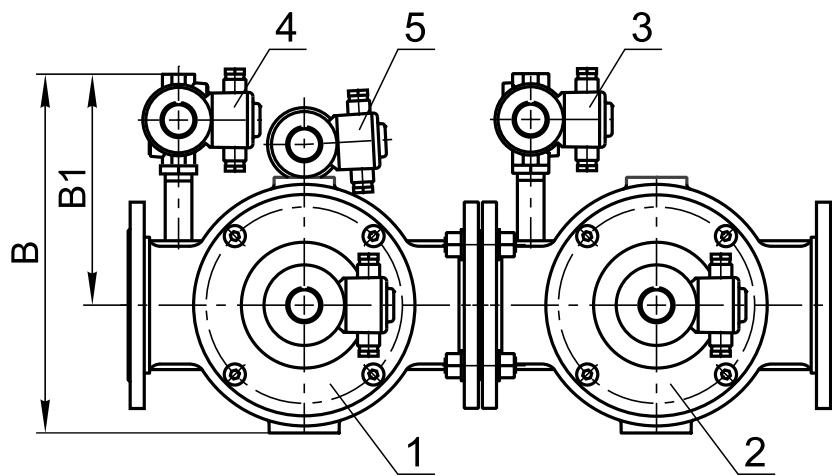

Рис. 23-42
Клапаны свечи безопасности и запальной горелки могут располагаться справа по ходу газа (рис. 23-41) или слева (рис. 23-42).
* Габаритный размер «B» (ширина) приведен для правого исполнения блоков (рис. 23-41). Для левого исполнения блоков (рис. 23-42) данный размер необходимо уменьшить на 75 мм.